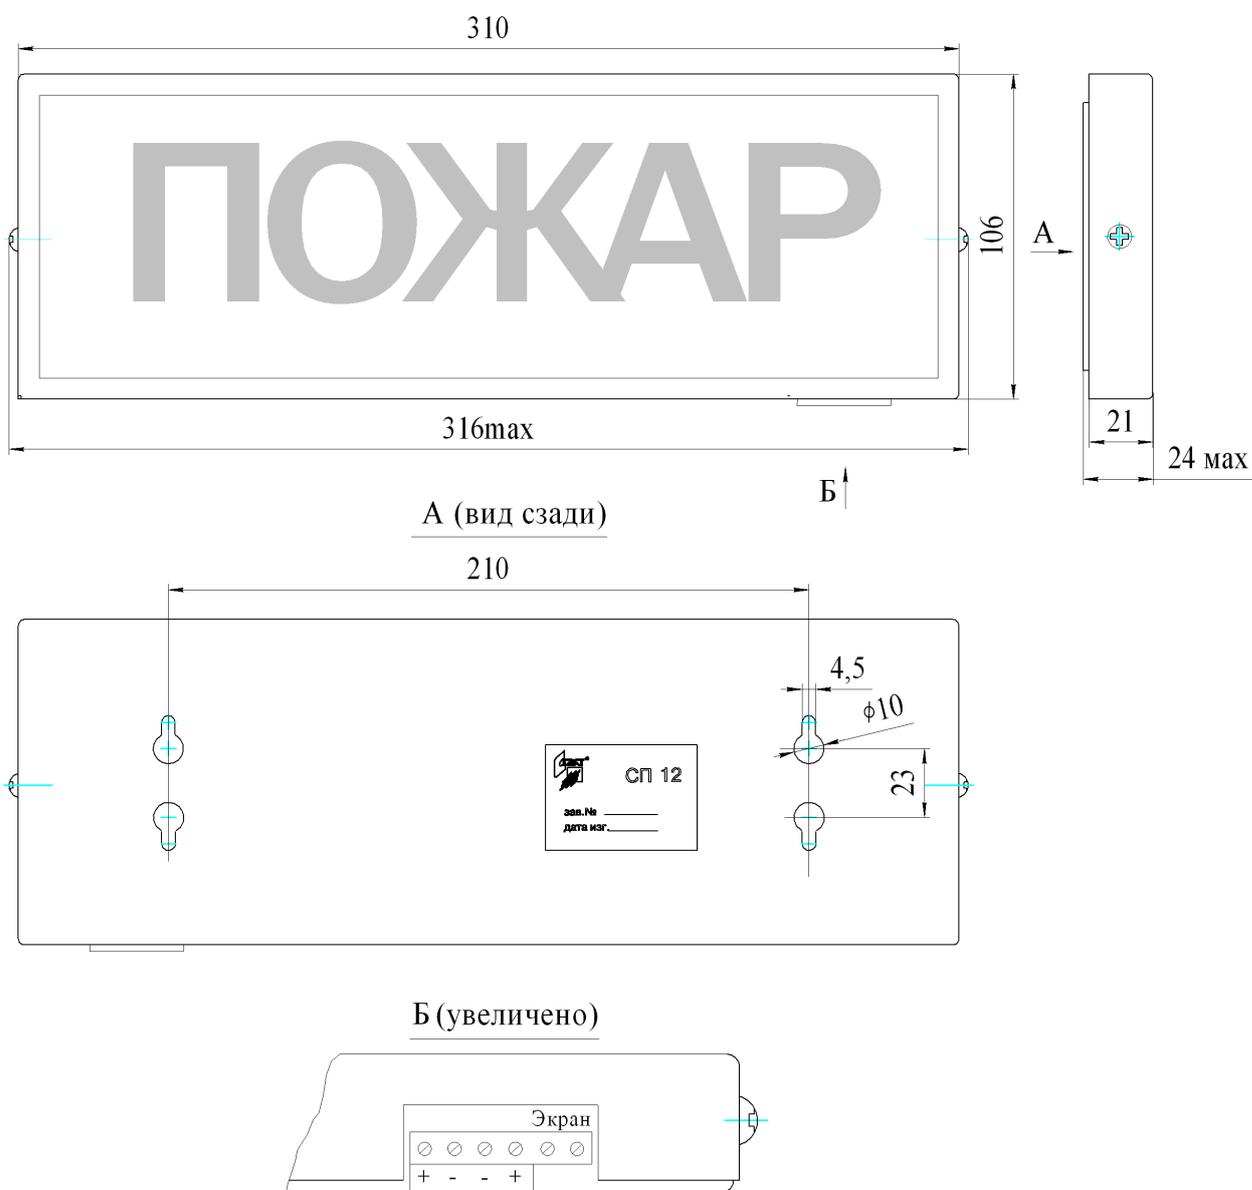

Рисунок 3.2 Оповещатель СП 12. Габаритный чертёж
4.2.2 Оповещатель монтируется на вертикальной поверхности двумя шурупами, с использованием проушин на задней части корпуса (данные по разметке крепления – согласно таблице 2.1 и габаритным чертежам рис. 3.2 – 3.6).